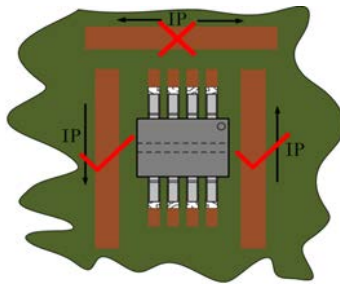

图 4：载流布局示例
- 3) 参考图 4，在进行 PCB 设计时，如果遇到电流迹线或其他干扰源路径必须置于 IC 附近，那么请参考以上描述和图 4 路径应尽可能横向于 IC，将杂散磁场最大程度消除。